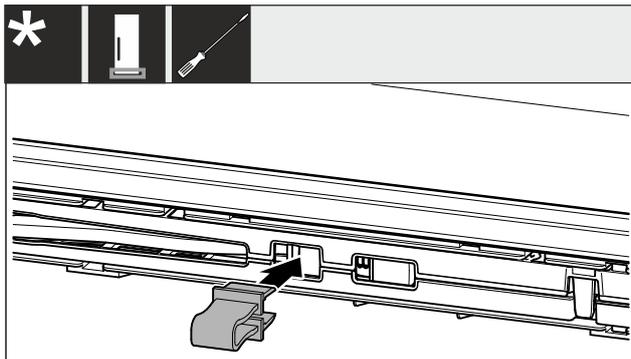

Fig. 5
- ▶ Enclencher la fixation dans l'ouverture Fig. 5 ().